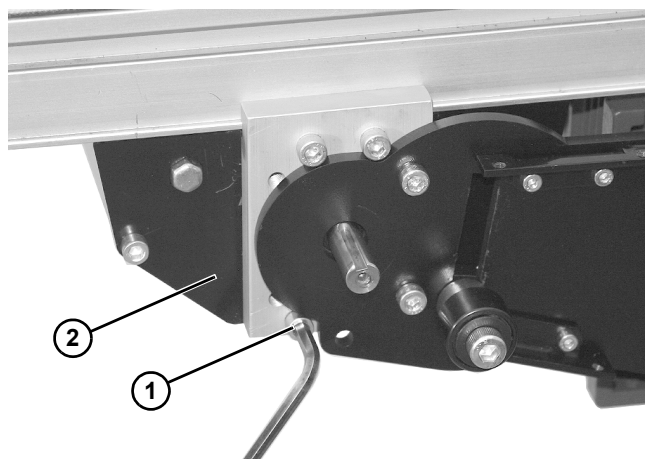

Figura 53
2. Retirar dos tornillos (Figura 53, parte 1) desde la parte inferior del ensamblado del mid drive (Figura 53, parte 2).